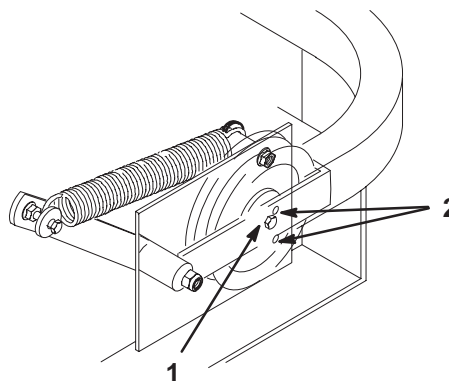

**Figure 67**
2. Retirez la barrette de retenue de l'embrayage du bâti de la machine et débranchez la borne de l'embrayage du faisceau de câblage (Fig. 67).
3. Déposez la courroie d'entraînement de PdF de l'ensemble bras de tension arrière et poulie de tension avant. Déposez la courroie d'entraînement de PdF (Fig. 67).
4. Installez la courroie d'entraînement neuve sur l'embrayage, autour de la poulie de tension arrière, dans l'ensemble bras de tension arrière, dans l'ensemble poulie de tension avant et sur la poulie centrale supérieure (Fig. 67).
**Important** Vérifiez le vrillage de la courroie entre les poulies. Il doit être conforme aux spécifications de la Figure 67.
5. Posez la barrette de retenue de l'embrayage et branchez la borne de l'embrayage au faisceau de câblage (Fig. 67).